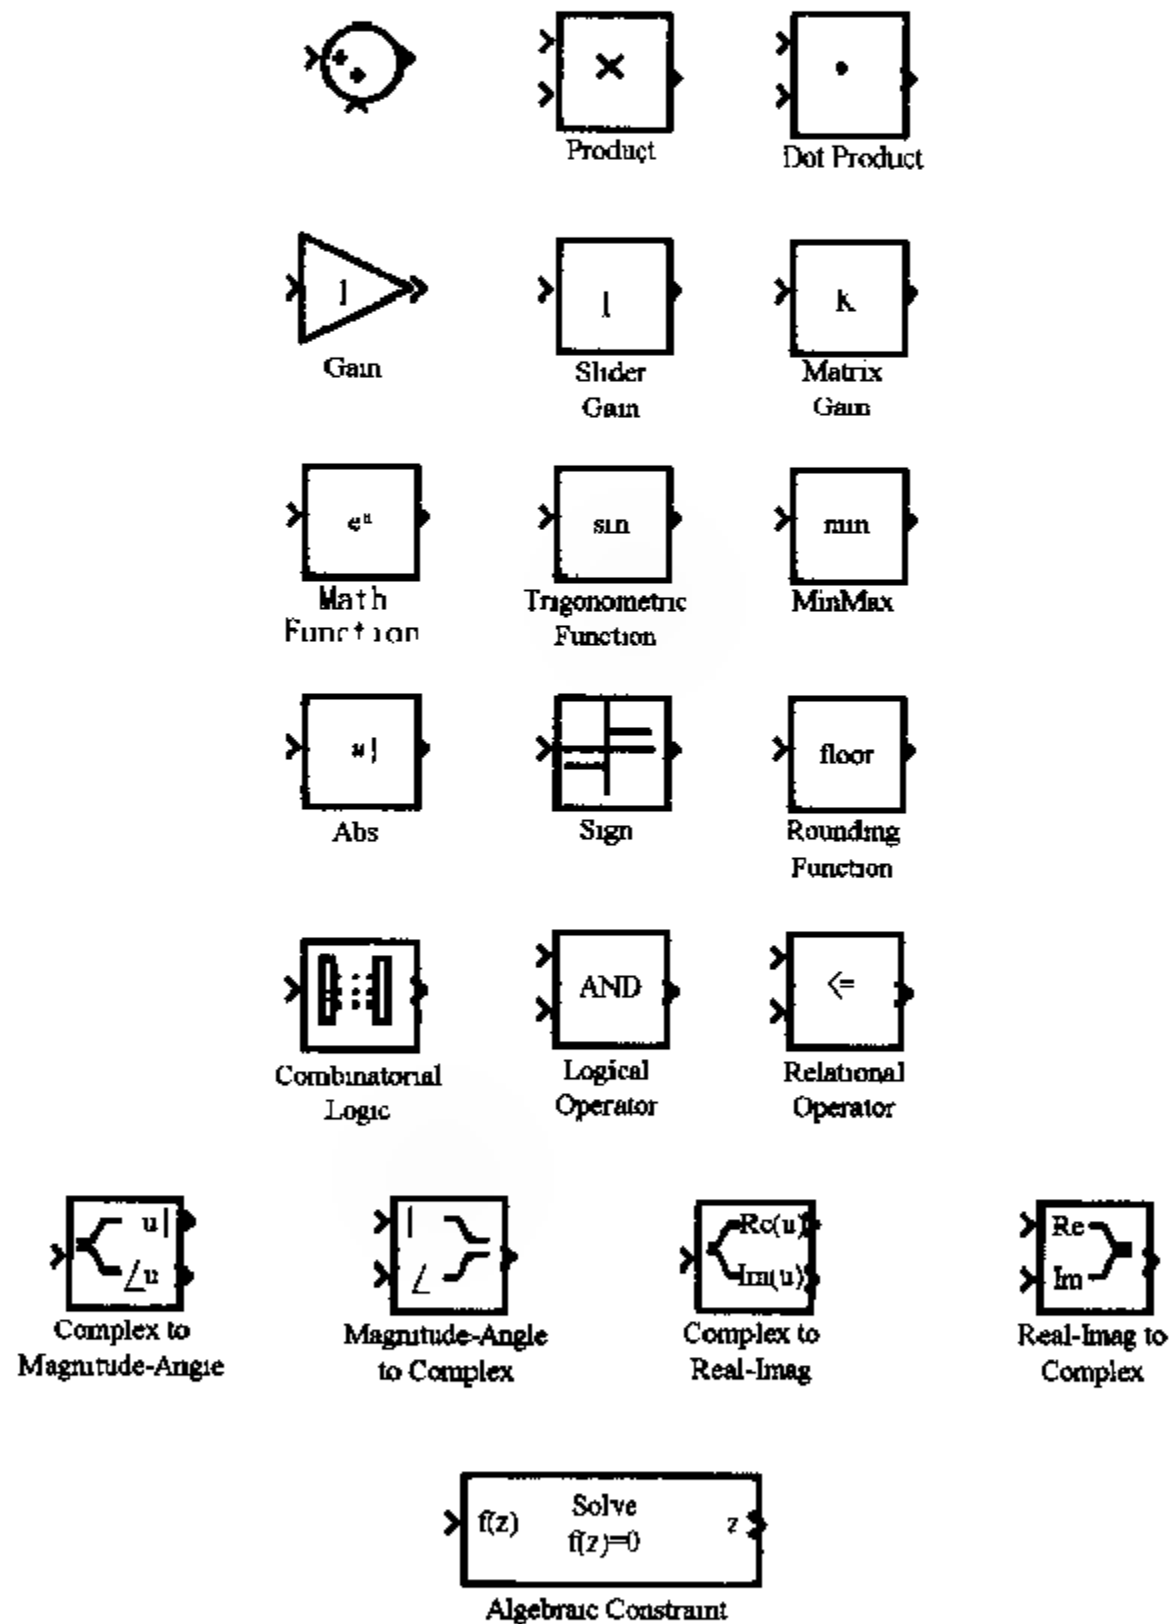

图 6.6 数学运算库中的模块图
- 4) Math(数学运算库),打开该库,显示的数学运算模块如图 6.6 所示.